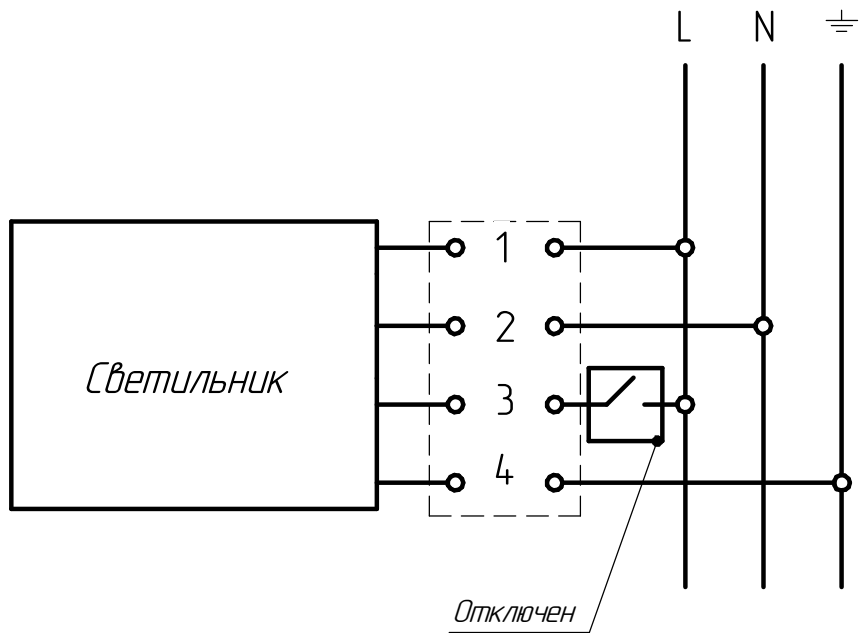

Рисунок 3 - Схема подключения светильника серии ДСП15 с БАП для зарядки АКБ
9.3 Срок службы аккумулятора БАП составляет 1 год. Гарантийный срок на аккумуляторные батареи БАП составляет 1 год с даты поставки, при условии соблюдения условий эксплуатации, но не более 12 месяцев от даты производства. Допускается хранение светильника с БАП и неподключенным питанием к сети 220В не более 6 месяцев. Если срок хранения превысил 6 месяцев, то следует БАП запитать от сети 220В и произвести зарядку АКБ (рисунок 3 приложение А). После окончания срока службы аккумулятор должен быть заменен на аналогичный.